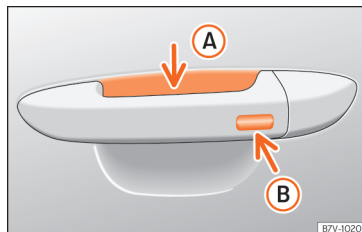

Fig. 49 Manípulo da porta: superfícies sensoras.
»» Fig. 49
- Toque na superfície sensora »» Fig. 49 Ⓑ situada no lado exterior do manípulo da porta. Todos os indicadores de direção piscam uma vez.
- Antes de passarem 5 segundos, toque uma vez no sensor do lado exterior do manípulo da porta »» **Fig. 49 B**. Ao fazê-lo, não agarre o manípulo. O sistema Keyless Access fica desativado temporariamente.
Para **fechar com a função de conforto** todas as janelas elétricas e o teto de vidro, mantenha um dedo durante uns segundos sobre a superfície sensora de bloqueio »» **Fig. 49 B** do manípulo da porta até que as janelas e o teto se tenham fechado.